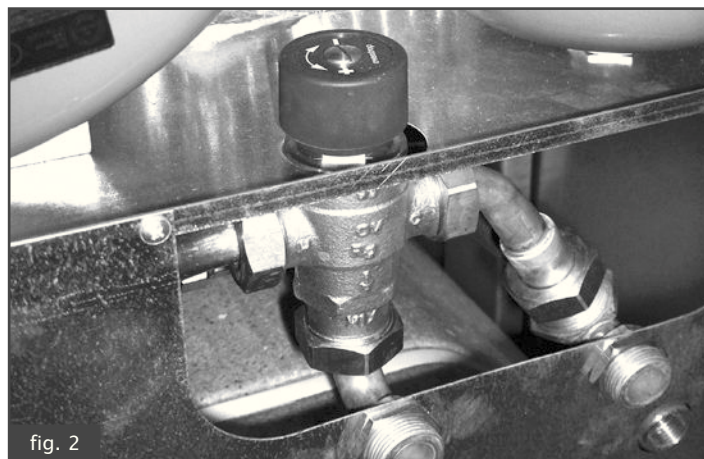

fig. 2
Обеспечение ГВС является приоритетным по отношению к любой другой функции котла. Пользователь может установить параметры ГВС с помощью регулятора 12, электронного программатора 15 или смесительного клапана (см. рис. 2).
– Смесительный клапан (рис. 2) позволяет регулировать температуру ГВС на выходе из котла.